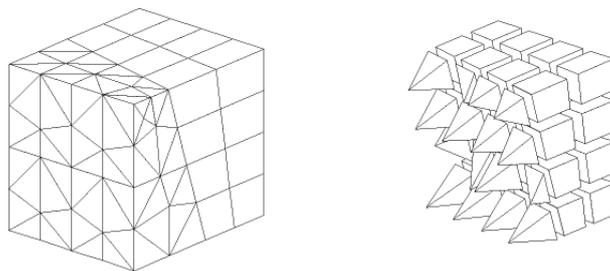

图 5-49 四面体网格与六面体网格之间金字塔过渡网格
体单元可是六面体或四面体形状，六面体单元可以退化为四面体单元，也可以退化为五面体单元，如三棱柱（四面体和五面体之间的过渡金字塔单元）。体单元如果同时使用不同形状的六面体单元和四面体单元，两种单元之间必须通过金字塔单元进行中间过渡，如图 5-49 所示。
5) 【PYRA Hex to Tet Interface】：六面体网格过渡到四面体网格选项，如图 5-49 所示。
6) 【AORD Mesh Area By Size】：六面体网格过渡到四面体网格选项，如图 5-49 所示。选择“**Yes**”是指对面根据尺寸从小到大的顺序划分网格，“**No**”则不按尺寸大小划分网格，为默认选项。